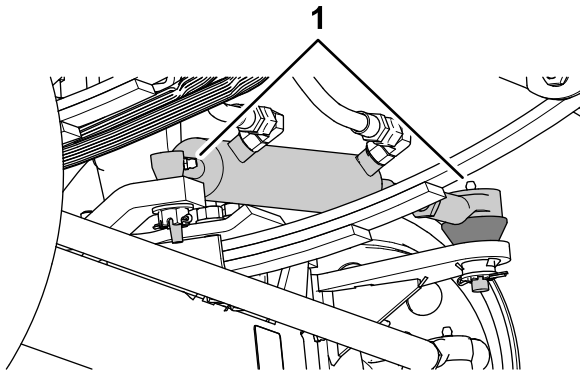
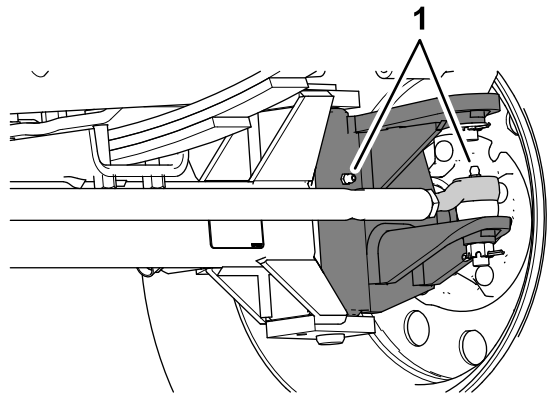

Figure 71
Figure 72
1. Essuyez les graisseurs (Figure 71 et Figure 72).
- Injectez de la graisse dans les graisseurs (Figure 71 et Figure 72).
Remarque: Les emplacements des graisseurs sont illustrés à la Figure 71.